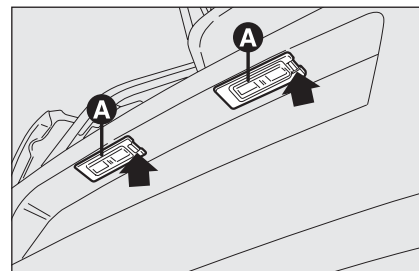

fig. 28
- agire nel punto indicato dalla freccia e rimuovere il gruppo trasparente **A**-fig. 28;